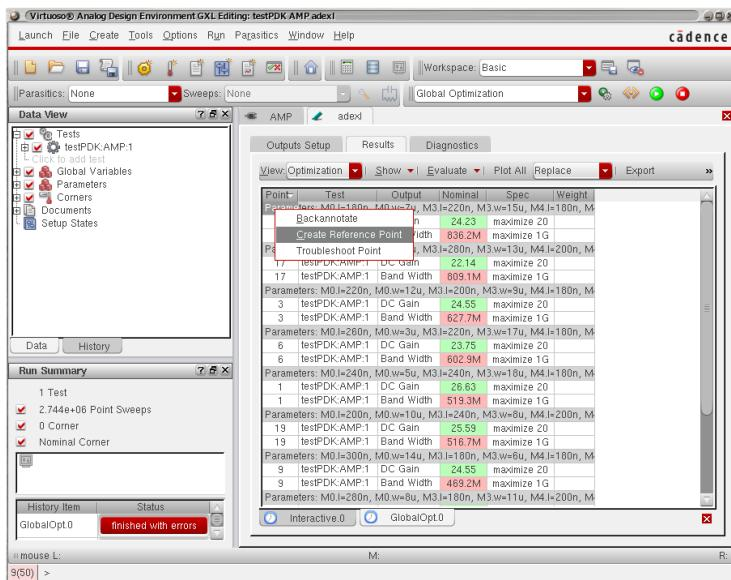
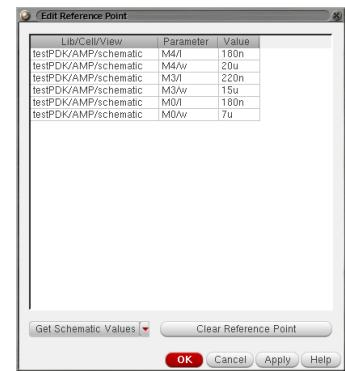

図 91: Reference Point の設定
図 92: Edit Reference Point ウィンドウ
3. 次にこの点を Reference Point として、Local Optimization を実行し、この点の周りの探索により仕様を満たすパラメタを見つける。図 91 に示すように、結果の表示されているウィンドウの Parameters: と表示され各トランジスタのパラメタ値が表示されている部分を右クリックし、出てくるメニューから Create Reference Point を選択する。すると、図 92 に示すようなウィンドウが立ち上がり、この時のパラメタ値が表示されるのでそのまま OK とする。これで Reference Point が設定された。